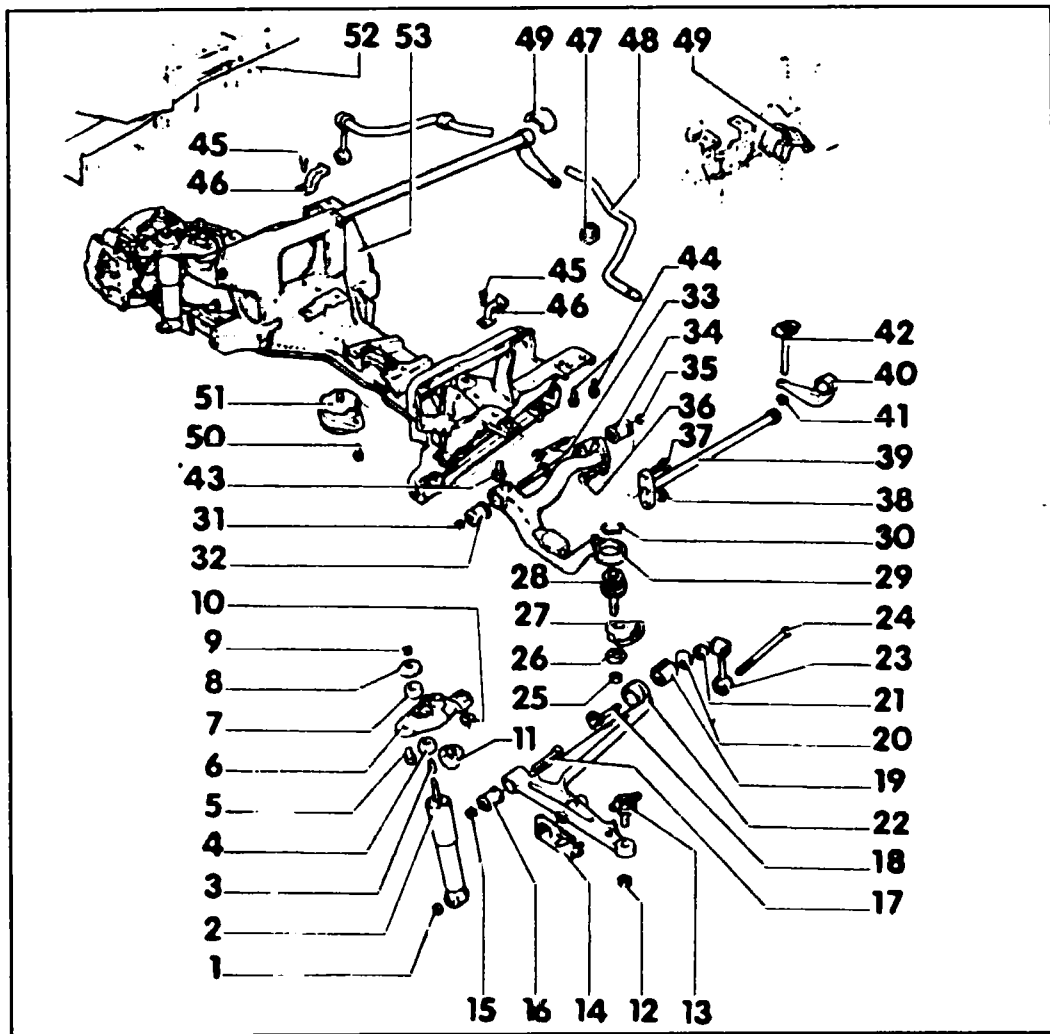

Рис. 7.2 Устройство передней подвески
Передняя подвеска (см. рис. 7.2) состоит из балки (поперечины) (53), верхних (29) и нижних (22) рычагов, торсионных (стержневых) рессор (39), а также стабилизатора (48). Гидравлические амортизаторы (2) служат для гашения вибрации подвески и обеспечения надежного контакта колеса с дорожным покрытием. Балка передней подвески крепится непосредственно к кузову и является опорой для передней части силового агрегата. Отдельные детали подвески можно снять независимо друг от друга.
Торсион представляет из себя некоторое подобие рессоры, так как является аналогичным упругим элементом, но в отличие от рессоры, которая "работает" на изгиб, торсион "работает" на скручивание. Торсионы нельзя менять местами. Обозначение на торце торсиона: «R» - правый; «L» - левый. Как запасная часть торсион поставляется вместе с рычагом (40, рис. 7.2). Маркируются краской на расстоянии 75 мм от фланца: белый цвет - соответствует диаметру 23,8 мм; зеленый - 25,3 мм; коричневый - 26,4 мм. Перед установкой проверьте наличие лакокрасочного покрытия. при необходимости покрытие восстановите.
Новый торсион поставляется вместе с рычагом (40, рис. 7.2). Снятие и установка торсиона является достаточно сложной операцией, так как чтобы добраться до его креплений, необходимо снять топливный бак, как описано в главе 4.2.
- ◆ Установите в переднюю подвеску разгрузочные опоры, или ослабьте напряжение торсиона отвернув болт (42) (см. рис. 7.2).